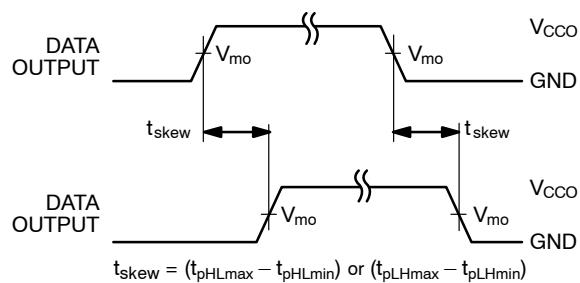

图 15. 输出偏差 (SKEW) 时间
14. 偏斜是输出信号之间传播延时的变化, 仅适用于同一端口的输出信号 (A_n或B_n), 且以相同的极性切换 (低电平至高电平或高电平至低电平) (见 图 15)。偏差 (Skew) 没有经过测试。